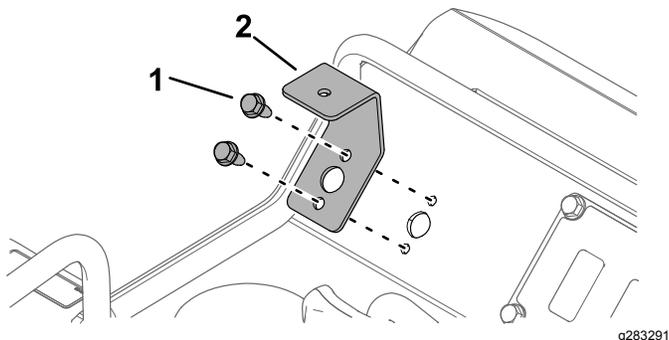

Рисунок 3
2. Закрепите левый кронштейн фонаря при помощи 2 самонарезающих винтов (Рисунок 3).